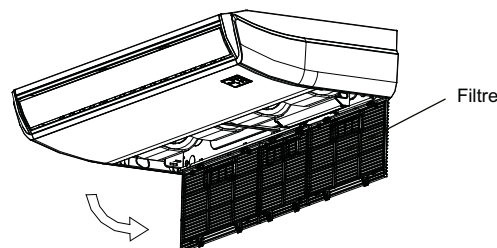

Fig.6-2
- Retirer le filtre à air (voir Fig. 6-2)
- Re-installer le filtre à air dans la position inverse (voir Fig. 6-2).